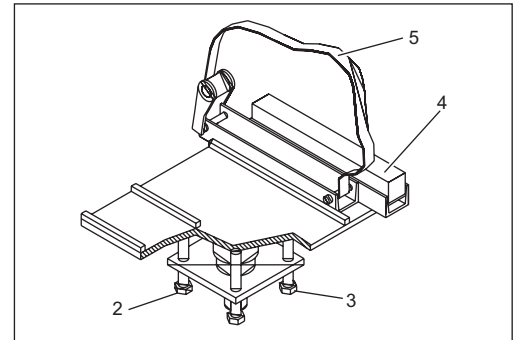

Fig. 6:
→ afloje los tornillos de fijación (Fig. 6/4) de las piezas deslizantes
- Cambie la inclinación en diagonal paso a paso: afloje primero el tornillo (Fig.6/2) y luego ajústelo (Fig. 6/3) etc.